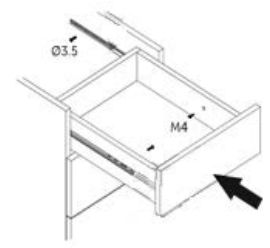

Рис.5
10. Установить ящики в тумбу. Вытянув подвижную часть направляющей, вставить ее в пазы на боковых стенках ящика и зафиксировать с помощью винта 4x12 через просверленное отверстие(Рис.5).